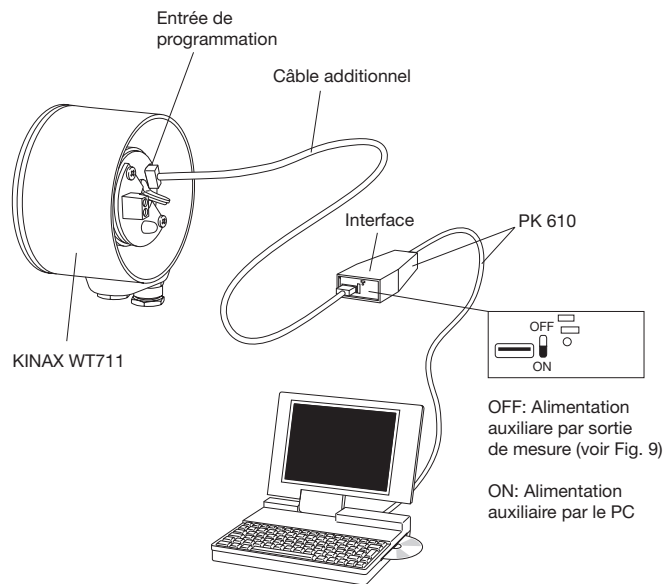
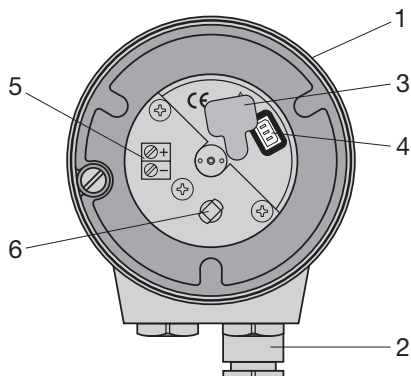

Fig. 6
Fig. 8. Boîtier (1), couvercle enlevé, avec bornes (5) et presse-étoupes (2).
1. Enlever le couvercle en matière plastique. En enlevant le cache en caoutchouc (3) le connecteur de programmation (4) devient accessible (voir chapitre «7.1 Raccorder les lignes» et Fig. 8). Raccorder le KINAX WT 711 selon Fig. 6 à l'équipement de programmation. Démarrer le logiciel 2W2. Configurer, si nécessaire, le convertisseur avec les caractéristiques désirées.
1. Mettre en service le convertisseur de mesure et le raccorder à l'équipement de programmation selon Fig. 6 (commutateur AUX du PK 610 sur OFF).